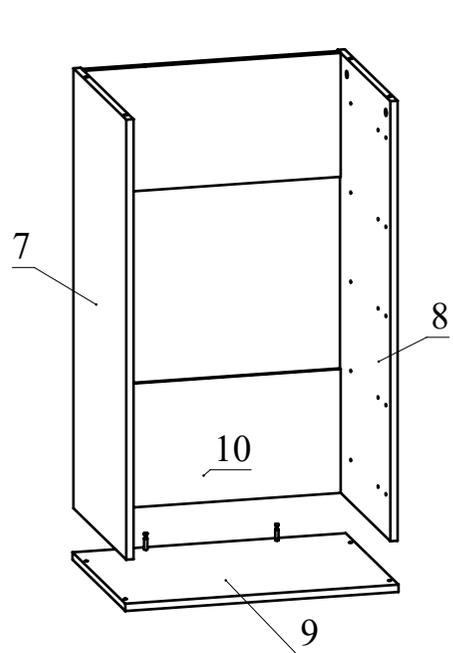

Рис.7
6. Соедините деталь 9 с полученной конструкцией (Рис. 7).